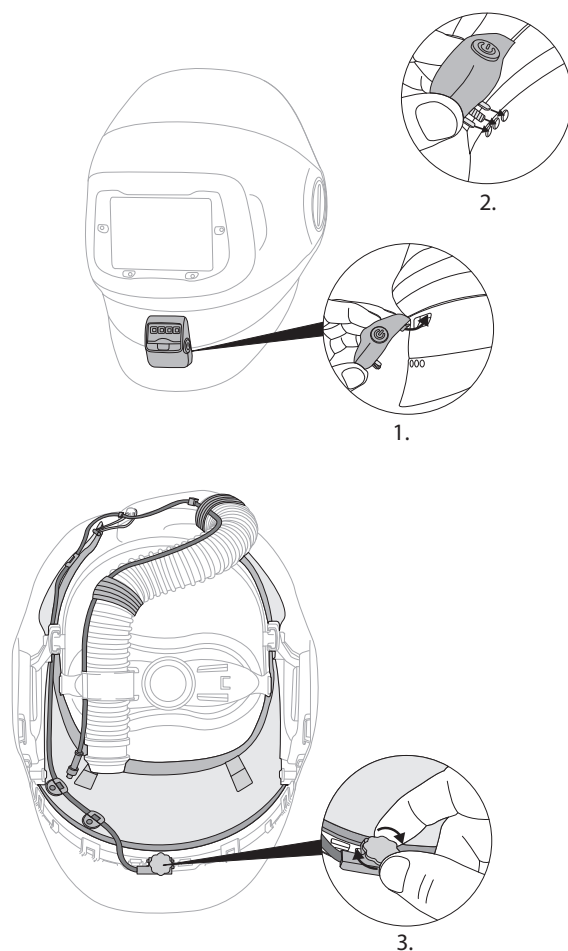

Fig. 31d
- v. Fixer la lampe de travail au masque de soudeur en insérant la languette dans l'encoche située à l'avant du masque de soudeur. Appuyer sur la lampe de travail pour l'insérer dans la pièce de montage. Serrer à la main la vis de montage à l'intérieur du masque de soudeur (Fig. 31d).